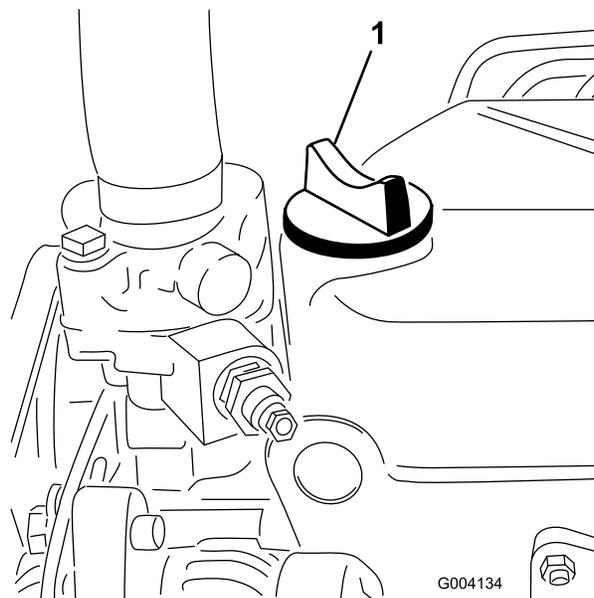

Figura 33
5. Se l'olio non raggiunge la tacca Full, togliete il tappo di riempimento (Figura 33) e aggiungete olio finché il livello non raggiunge la tacca.